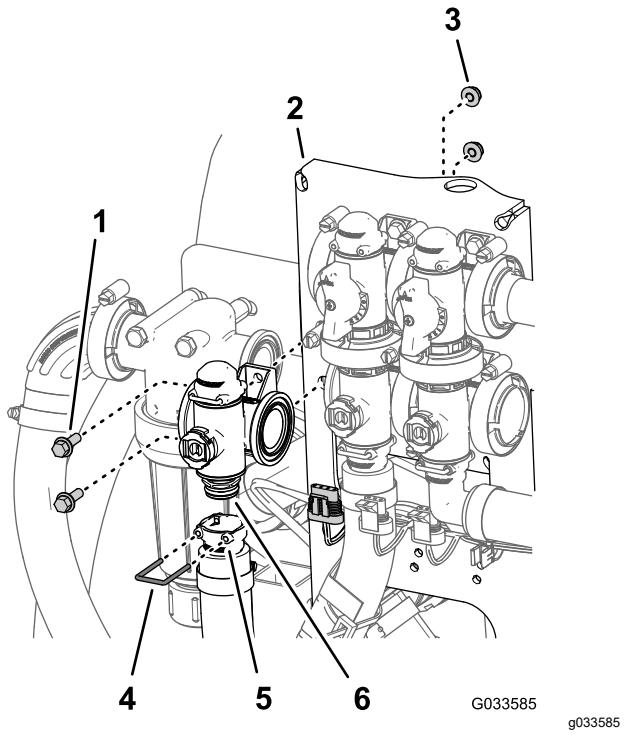

Figure 114
2. Retirez l'étrier qui fixe le raccord de sortie à l'accouplement du collecteur du régulateur de débit (Figure 114).
3. Retirez les 2 boulons à embase (1/4" x 3/4") et les 2 contre-écrous à embase (1/4") qui fixent le régulateur de débit au support, puis déposez le collecteur de la machine (Figure 114).